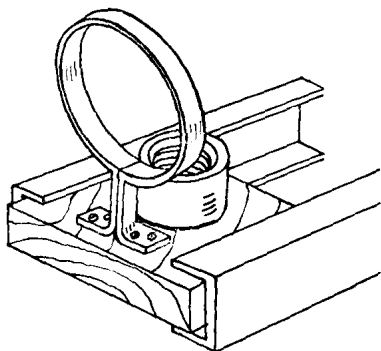

图 4
⑦ 光源罩壳——用镀锌铁皮制作，上面要敲成百页窗状，以便于散热。
⑧ 灯泡——220V500W 普通幻灯灯泡, 配相应的反光镜。
⑨ 灯座——包括幻灯灯泡插头、反光镜架(铁皮敲成)、底板(木制)及导轨(钢板制), 见图 4。